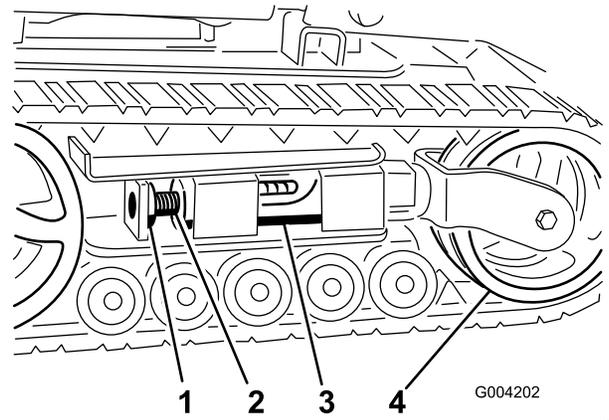
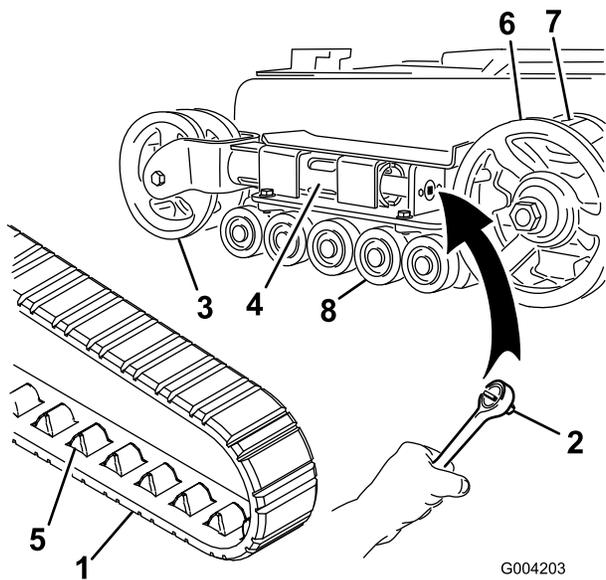

Figure 47
Figure 48
4. Enlevez le boulon et l'écrou de blocage (Figure 47).
6. Alignez l'encoche la plus proche dans la vis de tension avec le trou du boulon de blocage, et fixez la vis avec le boulon et l'écrou de blocage (Figure 47).
**Remarque:** Les chenilles sont de type étroit si les roues de tension avant sont montées à l'intérieur d'une chape au bout du tube de tension (Figure 48).
5. À l'aide d'une clé à cliquet de ½ pouce, tournez la vis de tension dans le sens horaire pour détendre la transmission (Figure 47 et Figure 48).
6. Poussez la roue de tension vers l'arrière de la machine pour appuyer le tube de tension contre le cadre (Figure 48).
8. Lorsque la chenille est déchaussée, retirez-la du pignon d'entraînement et des galets de roulement (Figure 48).
9. Pour installer la chenille neuve, commencez par l'enrouler autour du pignon, en veillant à ce que les crampons s'engagent correctement entre les dents du pignon (Figure 48).
10. Poussez la chenille sous et entre les galets de roulement (Figure 48).
5. À l'aide d'une clé à cliquet de 1/2 pouce, tournez la vis de tension dans le sens horaire pour détendre la transmission (Figure 47 et Figure 49).
6. Placez le chapeau de galet de roulement sur la tête du boulon (**Figure 48**).
7. Fixez le chapeau avec le circlip (**Figure 48**).